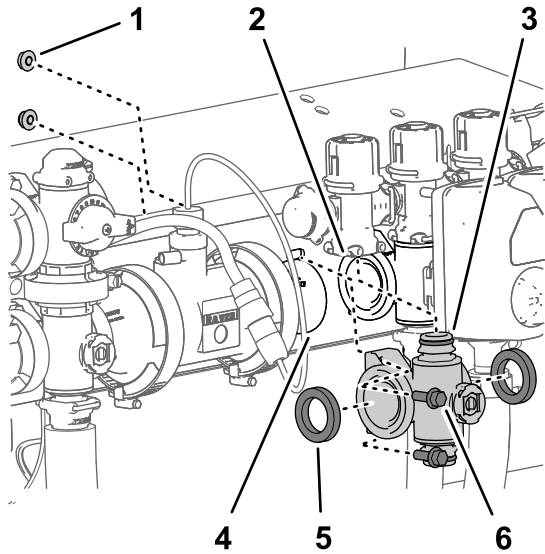
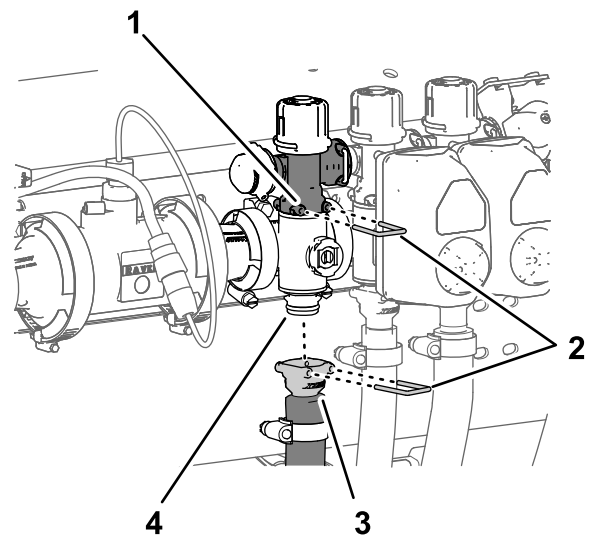

Figure 123
Figure 124
1. Alignez les 2 joints que vous avez retirés à la section Dépose de la vanne de section du collecteur \(page 89\) et les brides du collecteur de vanne de section (Figure 123).
2. Alignez la bride du collecteur de vanne de section entre les brides des autres vannes de section et/ou adaptateur d'accouplement (Figure 123).
3. Fixez le raccord rapide du collecteur de vanne de section au raccord rapide femelle de la vanne de dérivation de section à l'aide d'un l'étrier de fixation (Figure 123 et Figure 124).
5. Pour les collecteurs de vannes de sections gauche et droite, fixez le collecteur de vanne au support de vannes (Figure 123) à l'aide des 2 boulons à embase (1/4 x 3/4 po) et des 2 contre-écrous à embase (1/4 po) que vous avez
8. Fixez le raccord rapide du flexible de section au raccord rapide du collecteur de vanne de section à l'aide de l'étrier de fixation (Figure 124).